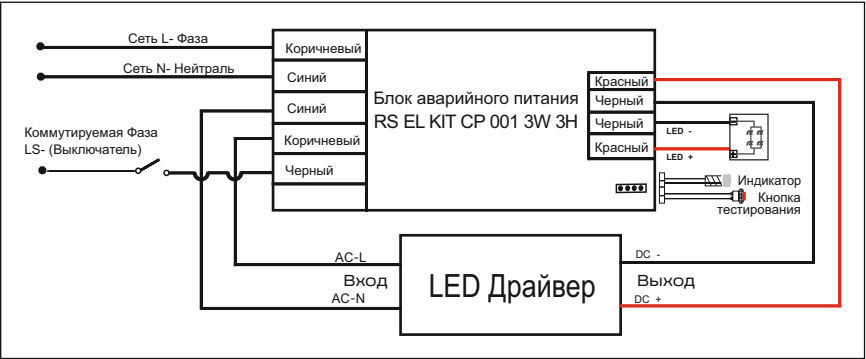

Рис. 1
- 4.9 Выполните электрическое подключение БАП к светильнику, затем БАП к внешнему питанию согласно рис. 1, соблюдая полярность проводов: L (коричневый) – фаза, Коммутируемая Фаза LS/(Выключатель) – Черный, N (синий) – нейтраль.